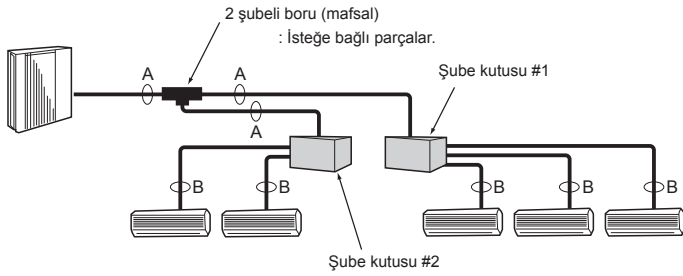

Fig. 4-4
4.3.2. Dağıtım Kutulu Bağlantı (Fig. 4-4)